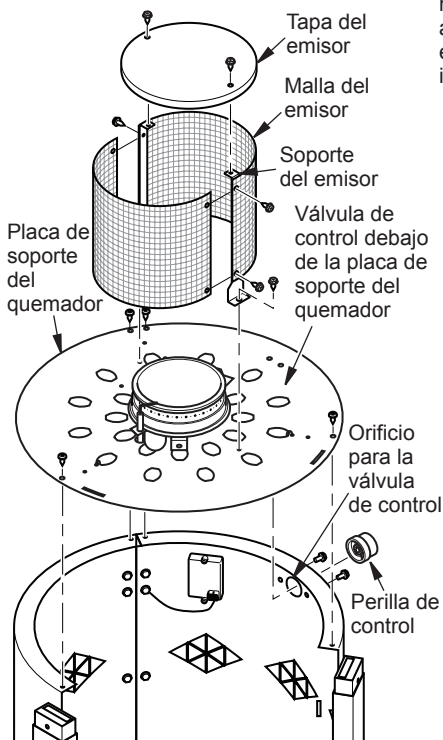

Figura 5 - Ensamblaje del emisor y fijación de la placa de soporte del quemador
7. Fije el soporte de la válvula de control al panel de control de la mesa con 2 tornillos (C). Fije de control y la perilla de control a la válvula de control desde la parte exterior del calentador. Consulte la figura 5.
8. Fije la placa de soporte del quemador a los paneles con 4 tornillos (C) (consulte la figura 5).
9. Fije las mallas del emisor a los soportes del emisor con 4 tornillos (C), como se muestra en la figura 5.
10. Fije la tapa del emisor a los soportes del emisor con 2 tornillos (C), como se muestra en la figura 5.
11. Fije el conjunto de emisor a la placa de soporte del quemador con 2 tornillos (C) (consulte la figura 5).